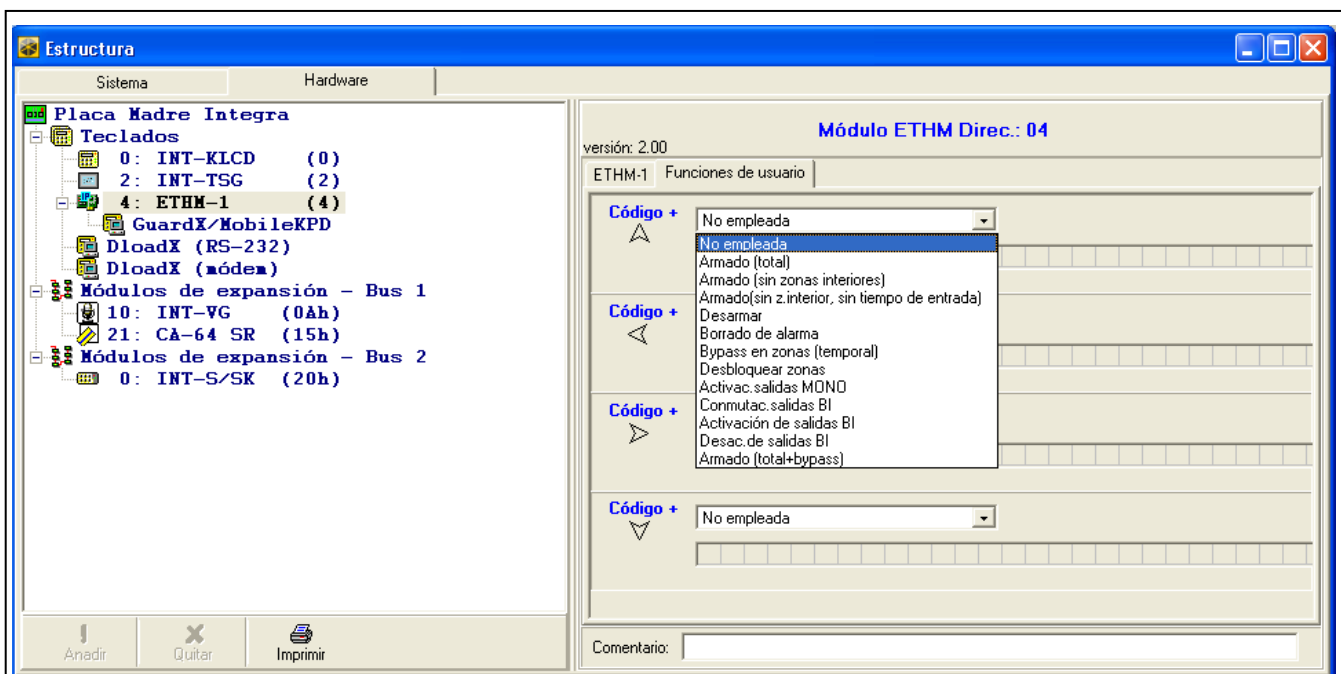

Fig. 8. Programa DLOADX: pestaña “Funciones de usuario”.
- el programa DLOADX: →ventana “Estructura” →pestaña “Equipo” →ramo “Teclados” →[nombre del módulo] →pestaña “Funciones de usuario” (fig. 8).